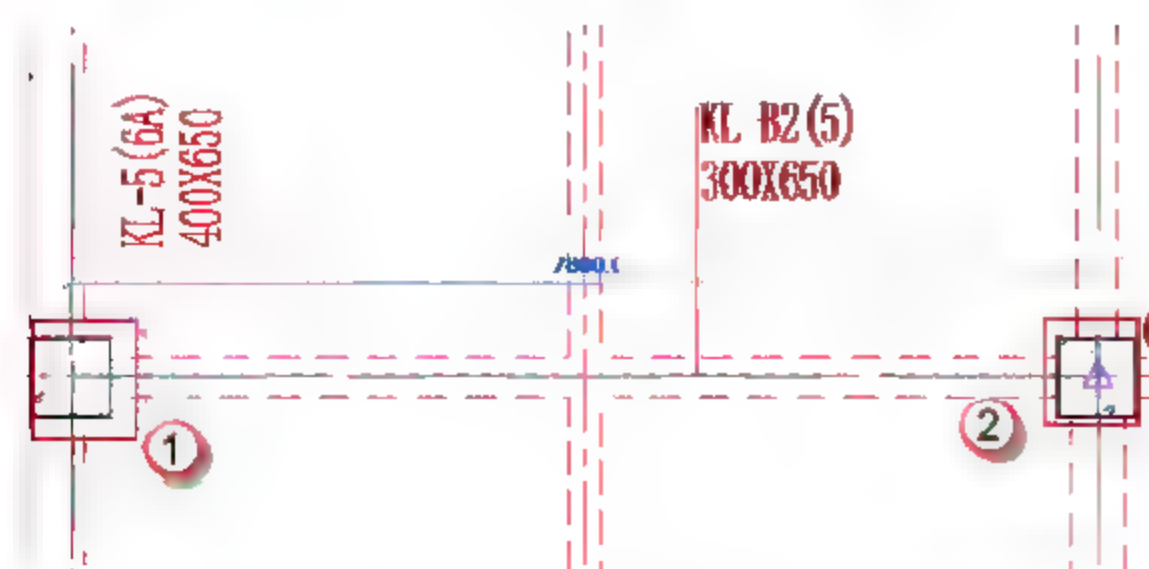

图 4.2.9 绘制 KL-B2
(9) 绘制矩形框架梁 KL-B2, 按快捷键 B+M, 放置平面为“标高 2”平面视图, 先单击起始柱的中心为起点, 后单击终止柱的中心为终点, 如图 4.2.9 所示。